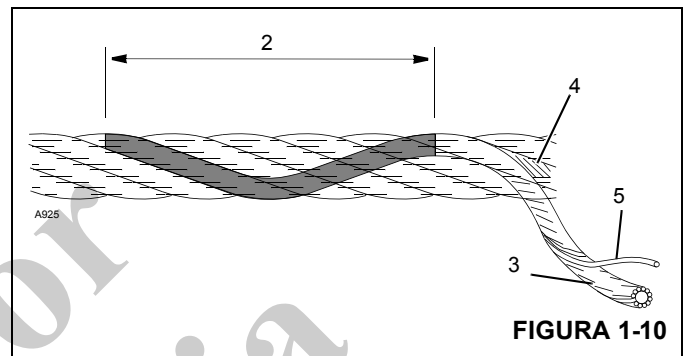

FIGURA 1-10
13. Al buscar alambres rotos (5) (Figura 1-10), alíe el cable, muévelo hacia afuera de los “puntos de recogida” y dóblelo lo más que se pueda. Los defectos del cable hacen referencia a la “longitud de sesgo” (2), que es la distancia medida a lo largo del cable en donde una trenza (3) logra una revolución completa alrededor del núcleo (4).